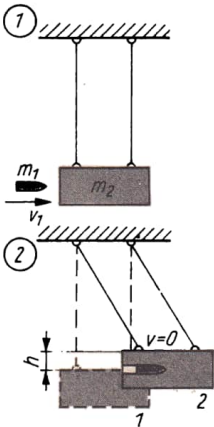

Bild 42
- 3.65** Zur Messung der Geschwindigkeit eines Geschosses (Masse 5,0 g) schießt man dieses in einen pendelnd aufgehängten Holzklotz, der dadurch aus der Ruhelage ausgelenkt wird. Das Geschöß bleibt im Klotz stecken (ballistisches Pendel, Bild 42). Berechnen Sie die Geschößgeschwindigkeit unter der Voraussetzung, daß der Klotz eine Masse von 2,5 kg hat und beim Pendeln eine Höhe von 50 mm über der Ruhelage erreicht.